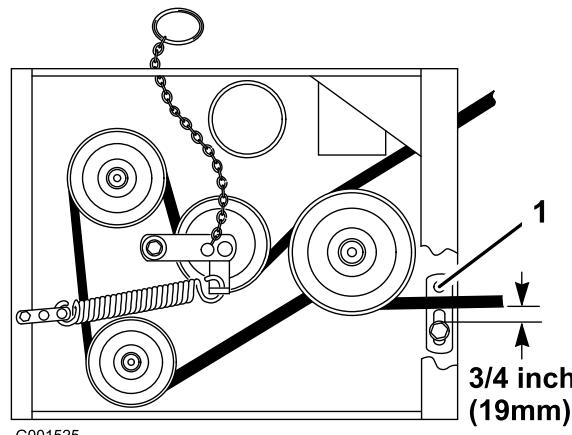

Figura 48
8. Compruebe que la guía de la correa, situada debajo del bastidor del motor, está ajustada correctamente (Figura 48).
Nota: La distancia entre la guía de la correa y la correa del cortacésped debe ser de 19 mm (3/4 pulg.) cuando la correa del cortacésped está engranada (Figura 48). Ajuste la correa del cortacésped si es necesario. La correa no debe rozar ni salirse de la polea si las guías y la tensión de la correa están correctamente ajustadas.